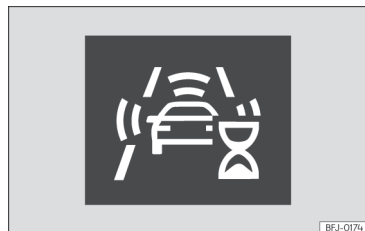

Fig. 109 No ecrã do painel de instrumentos: indicação de autocalibração inicial do sistema.
- Durante vos primeiros instantes de condução após unir a ignição, devido à autocalibração inicial do sistema. Durante esse período mostra-se um ícone de estado » **Fig. 109.**